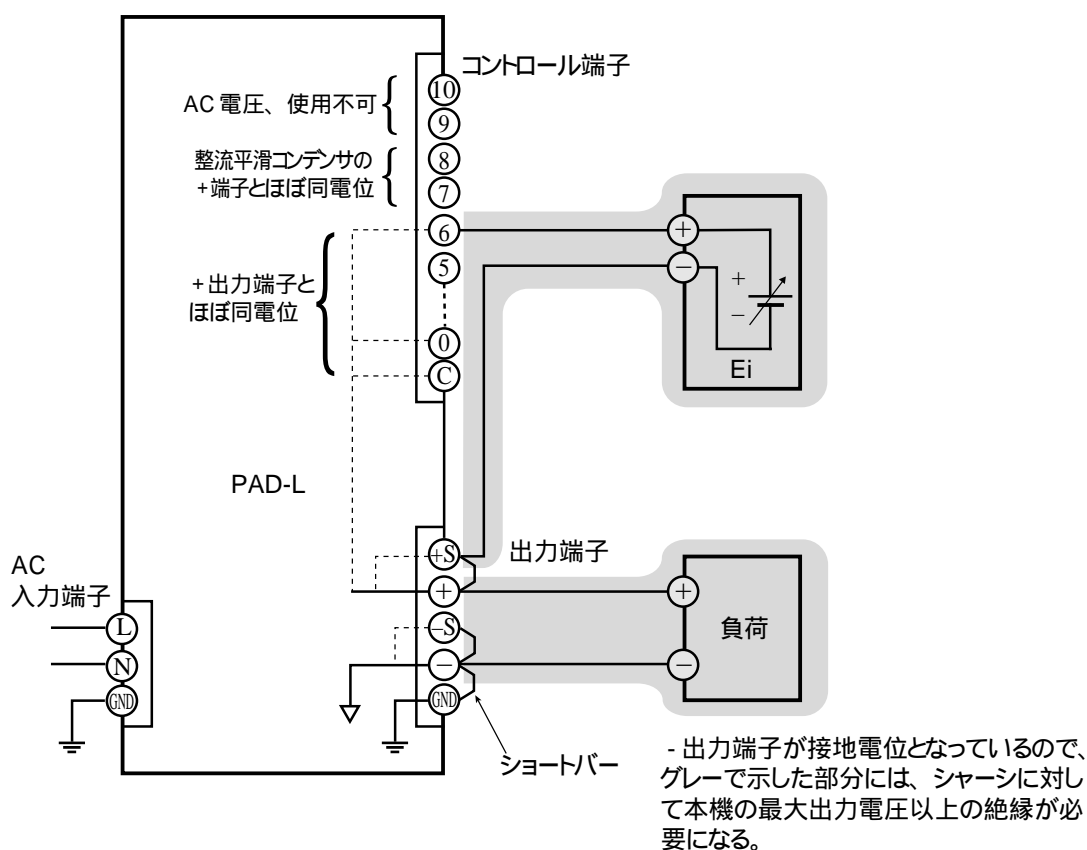

図 2-9 - 出力端子を接地する場合
図2-9は -（負）出力端子を GND（シャーシグランド）端子へ接続した場合です。この場合、 -（負）出力端子は接地電位となるので、出力端子（センシング端子も含む）へ接続されるケーブルおよび負荷には、シャーシに対して本機の最大出力電圧以上の絶縁で済むことになります。また、コントロール端子台の C 端子および 0 番から 6 番端子へ接続されるケーブルおよびデバイスについても、同様となります。ただし、7 番と 8 番端子へ接続されるケーブルおよびデバイスについては、この端子が整流平滑コンデンサの + 端子とほぼ同電位なので、本機の最大出力電圧の 2 倍以上の絶縁が必要です。
- 外部電圧源（Ei）によって本機をリモートコントロールする場合、Eiの出力は接地せずに浮かせてください（フローティング）。例として図2-9の場合、Eiの出力を接地すると、出力短絡事故になります。